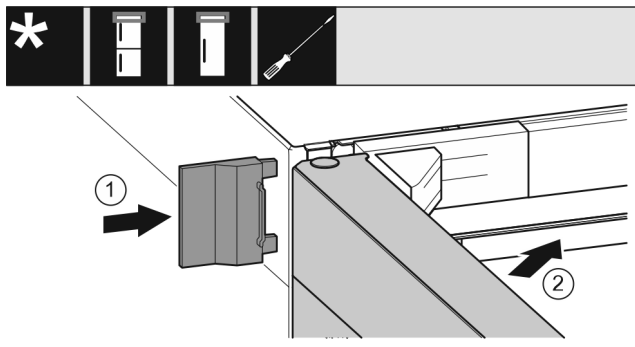

Fig. 27
- ▶ Насуньте зовнішню кришку Fig. 27 (1).
- ▶ Закрийте верхні дверцята Fig. 27 (2).